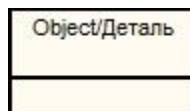

Рисунок 2. Объект ссылки
**Объект ссылки.** Объект ссылки в IDEF3 выражает некую идею, концепцию или данные, которые нельзя связать со стрелкой, перекрестком или работой. Они используются в модели для привлечения внимания читателя к каким-либо важным аспектам модели. При внесении объектов ссылок помимо имени следует указывать тип объекта ссылки (рис. 2).